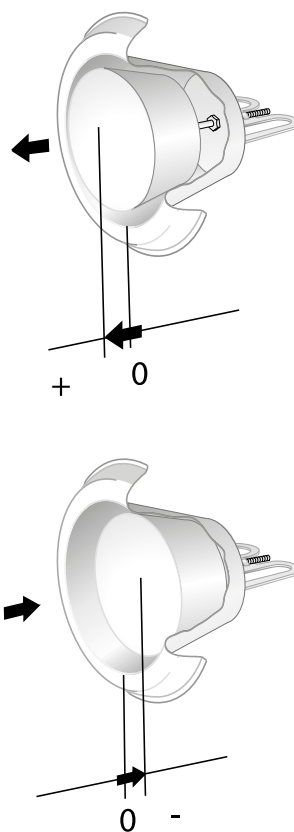

Abb. 2. Einregulierung.
Der Luftauslass wird durch Druckmessung oder Luftvolumenstrommessung einreguliert. Bei der Druckmessung wird ein so genannter "Messhaken" und bei der Volumenstrommessung ein auf dem Markt erhältlicher Luftvolumenstrommesser verwendet. Siehe Abb. 2.
- Der Schallpegel dB(A) gilt für Räume mit 10 m² äquivalenter Absorptionsfläche.
- Die Korrektur des Oktavbands K_{OK} gibt den Nullpunkt des Kegels gemäß Abb. 2 an.